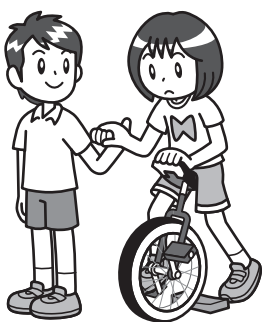

図1
- 1、車輪後部に歯止めをあてがい、車体の後方に立ちます。(図1)
- 2、利き足側のペダルが最下点よりやや後方、手前になるように車輪を回します。(図1)
- 3、サドルを手前に傾けて、股に挟みます。(図1)